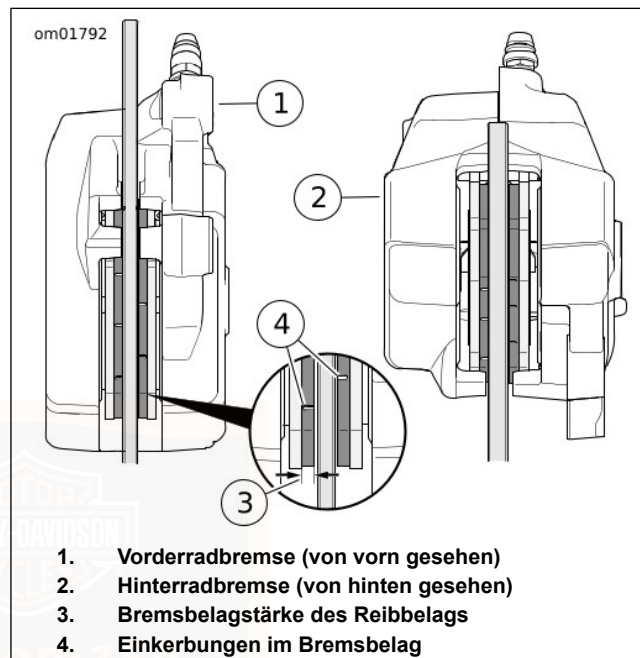

Abbildung 110. Reibmaterial des Bremsbelags
1. Siehe Abbildung 110 . Die Bremsscheibe prüfen, wenn diese gedreht wird. Die Scheibe muss schlagfrei im Bremssattel laufen.